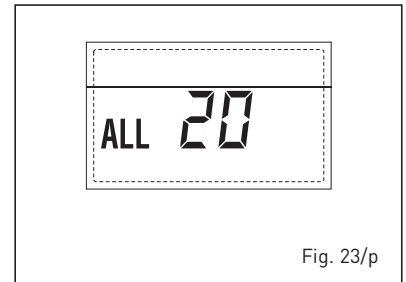

Fig. 23/p
**- DELIVERY PROBE BREAKDOWN ANOMALY FIRST MIXED ZONE "ALL 21" (fig. 23/q)**